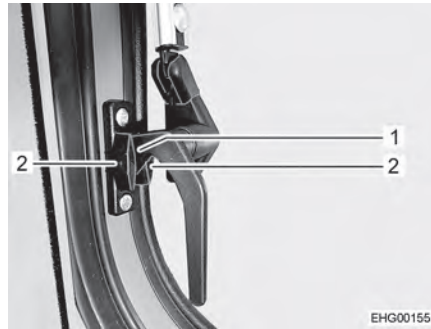

Bild 42 Verriegelungshebel, seitlich (Stellung "Dauerbelüftung")
- Die seitlichen Verriegelungshebel eine viertel Umdrehung nach unten drehen. Die Verriegelungsnase (Bild 42,1) dabei zwischen die beiden Hälften des Verriegelungsblocks einfahren.